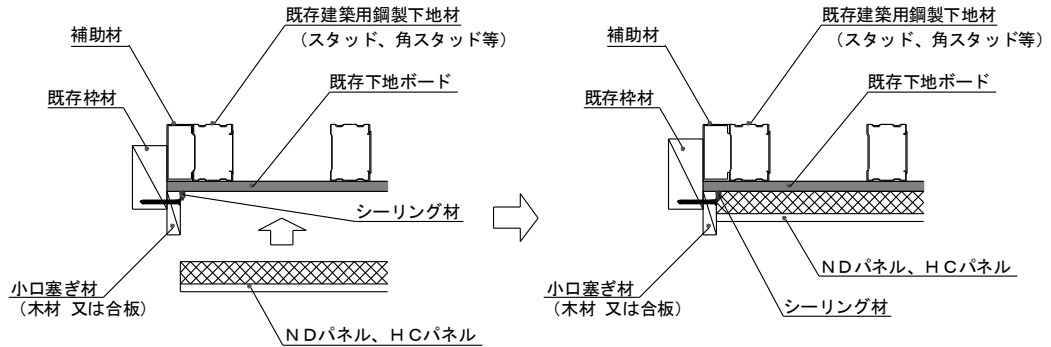

図9 開口周り納まり図（例）
③ 開口部周り納まり図（例）
- ・扉や窓等の周りの取り合いは、図9のように既存枠材や額縁にNDパネル、HCパネルの小口が露出しないよう木材や合板を取り付け、防湿のためのシーリング材を塗布した上で施工してください。